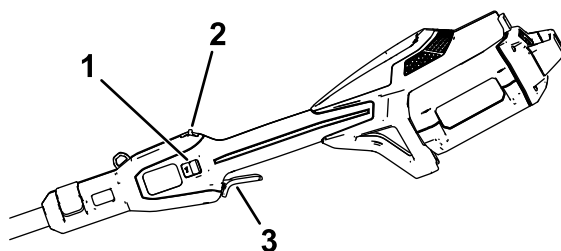

Figura 8
4. Para arrancar la desbrozadora, mueva hacia atrás el interruptor de bloqueo y apriete el gatillo de velocidad variable (Figura 8).